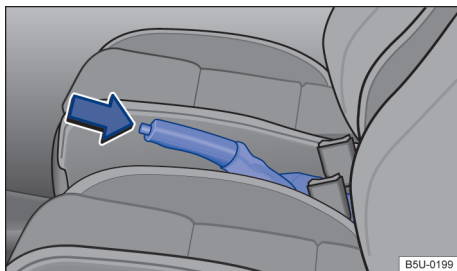

Fig. 91 Entre os bancos dianteiros: alavanca do freio de estacionamento.
- Puxar a alavanca do freio de estacionamento para cima com o botão bloqueador pressionado → Fig. 91 (seta).
- Puxar a alavanca do freio de estacionamento um pouco para cima e pressionar o botão bloqueador → Fig. 91 (seta).